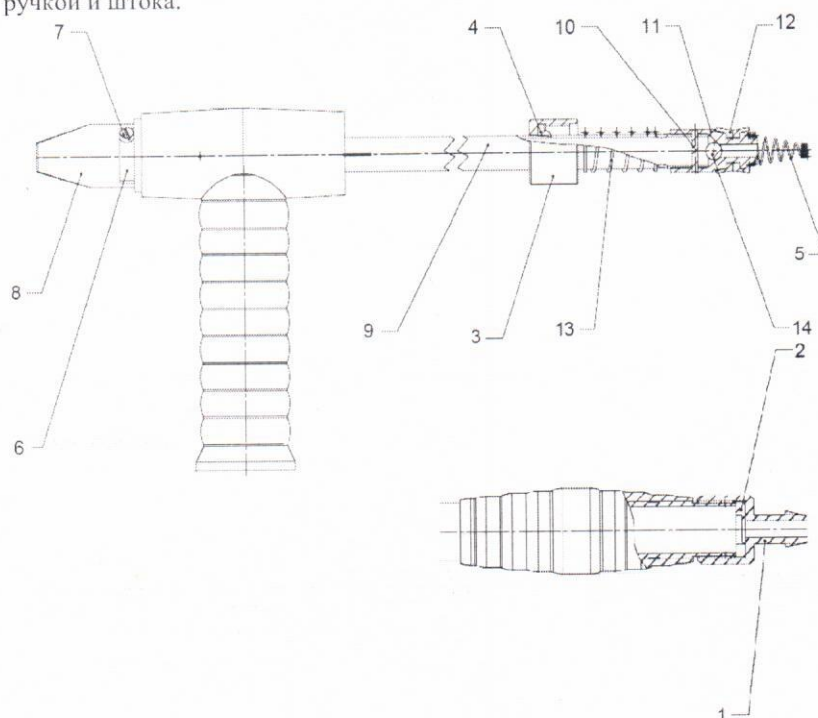

Рис. 1. ГИДРОПУЛЬТ РАНЦА ПРОТИВОПОЖАРНОГО РП-18 ЕРМАК
4.2.3. Гидропульт (Рис. 1) представляет собой ручной поршневой насос двойного действия, состоящий из цилиндра (корпус гидропульт) с ручкой и штока.